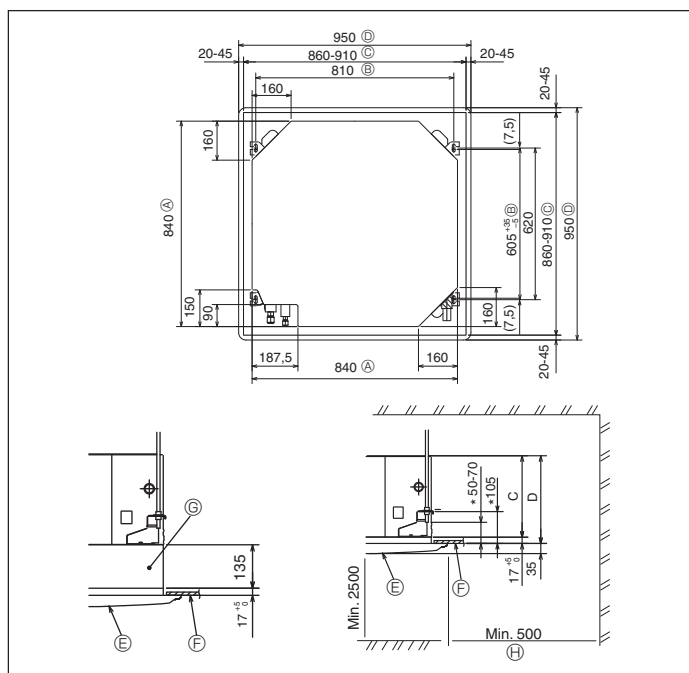

Fig. 3-2
④	Band	8
⑤	Skruv med mellanlägg (M5 × 25) för montering av grill	4
⑥	Dräneringsmuff	1
⑦	Isolering	1
⑧	Flänsmutter 1/4F(P60)	1
3.2. Taköppning och installationsplatser för upphängningsbultar (Fig. 3-2)
- * Måtten på taköppningen kan regleras inom området visat i Fig. 3-2; så centrera huvudenheten mot taköppningen och försäkra att respektive motsatta sidor på alla sidor om spelrummet mellan dem blir identiska.